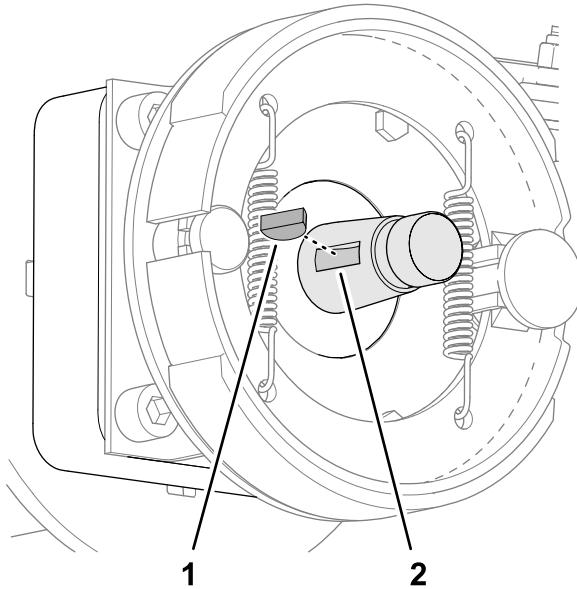

Figura 67
5. Rimuovete la chiave di Woodruff dall'albero motore della ruota (**Figura 67**).